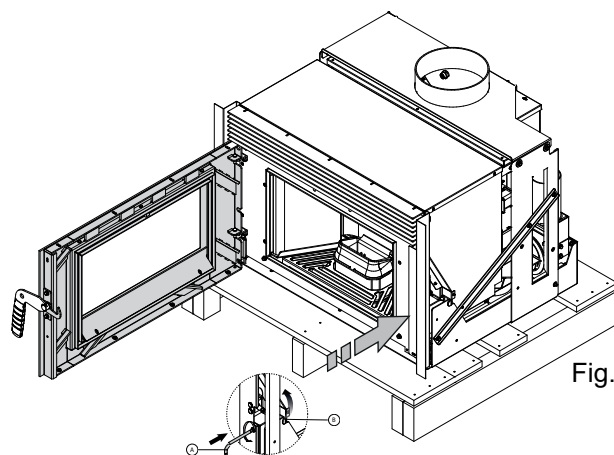
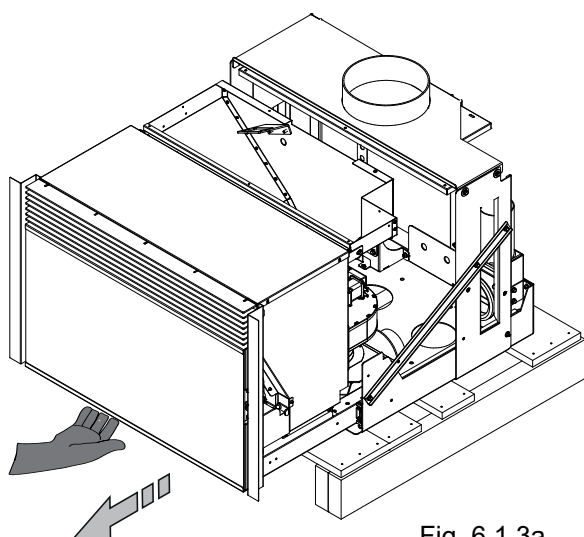

Fig. 6.1.2
Fig. 6.1.3a
4. Insérer la clé Allen (A) dans le logement de déblocage de l'arrêt ; appuyer et tourner le levier de fermeture dans le sens antihoraire, sur (B) (Fig. 6.1.2), fermer la porte et tirer la machine vers l'extérieur jusqu'à la fin de course des rails (Fig. 6.1.3a).